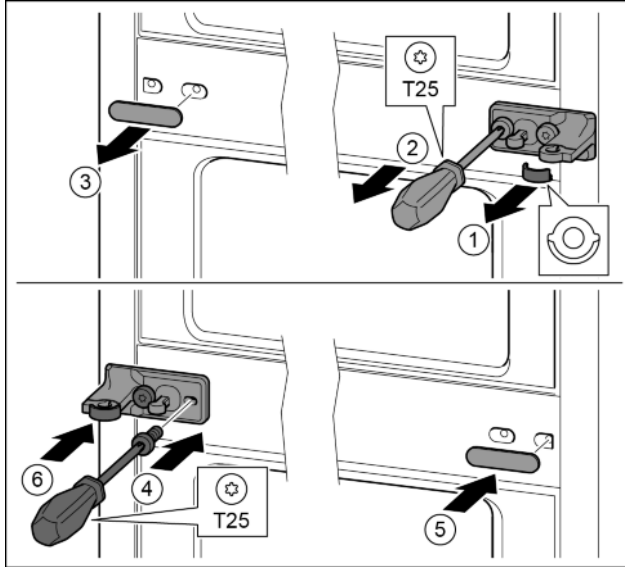

Fig. 13
- Enlever la rondelle. Fig. 13 (1)
- Desserrer les vis avec le tournevis T25. Fig. 13 (2)
- Enlever délicatement le cache. Fig. 13 (3)
- Visser fermement le support de palier avec film tourné de 180° de l'autre côté. Fig. 13 (4)
- Poser le cache tourné de 180° de l'autre côté. Fig. 13 (5)
- Enfiler la rondelle par devant. Fig. 13 (6)